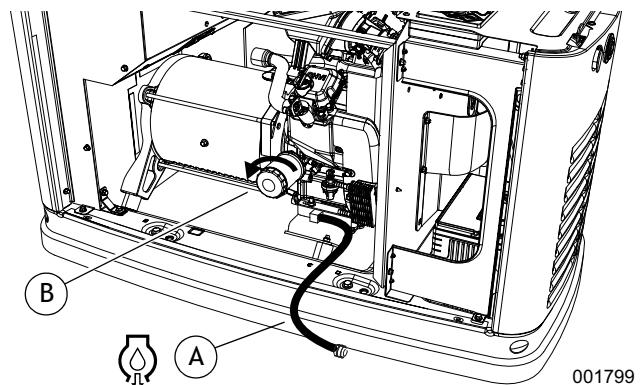

Рисунок 4-1. Местонахождение масляного фильтра и маслослива
- См. Рисунок 4-1. Снимите переднюю панель, когда устройство немного остывает. Извлеките маслосливной шланг (A) из удерживающей скобы. Снимите наконечник сливного шланга и слейте масло в подходящую емкость.